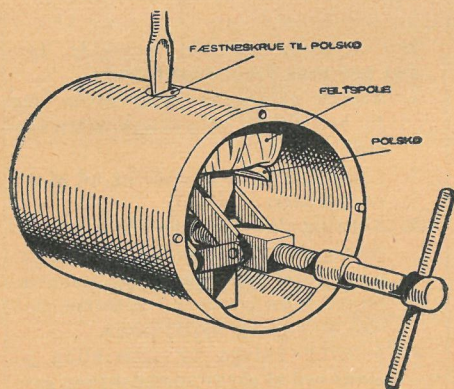

Fig. 7. Polskoens og feltspolens montering.
1. Afskrue polskoens fæstneskrue (fig. 7) ved hjælp af sving-skruetrækkeren.